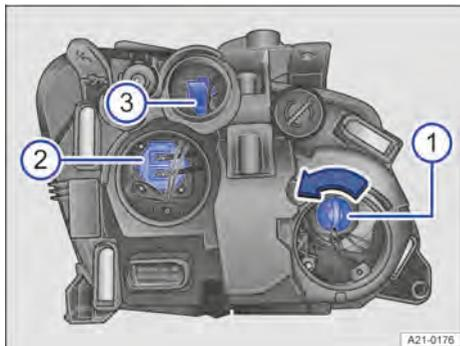

Fig. 144 No farol dianteiro esquerdo: suporte para lâmpadas incandescentes.
2. Girar o suporte da lâmpada até o batente no sentido horário e retirá-lo com a lâmpada incandescente, puxando para trás → Fig. 144 .
2. Retirar para trás o suporte da lâmpada com a lâmpada incandescente → Fig. 144 .
2. Retirar para trás o suporte da lâmpada com a lâmpada incandescente → Fig. 144 ③.